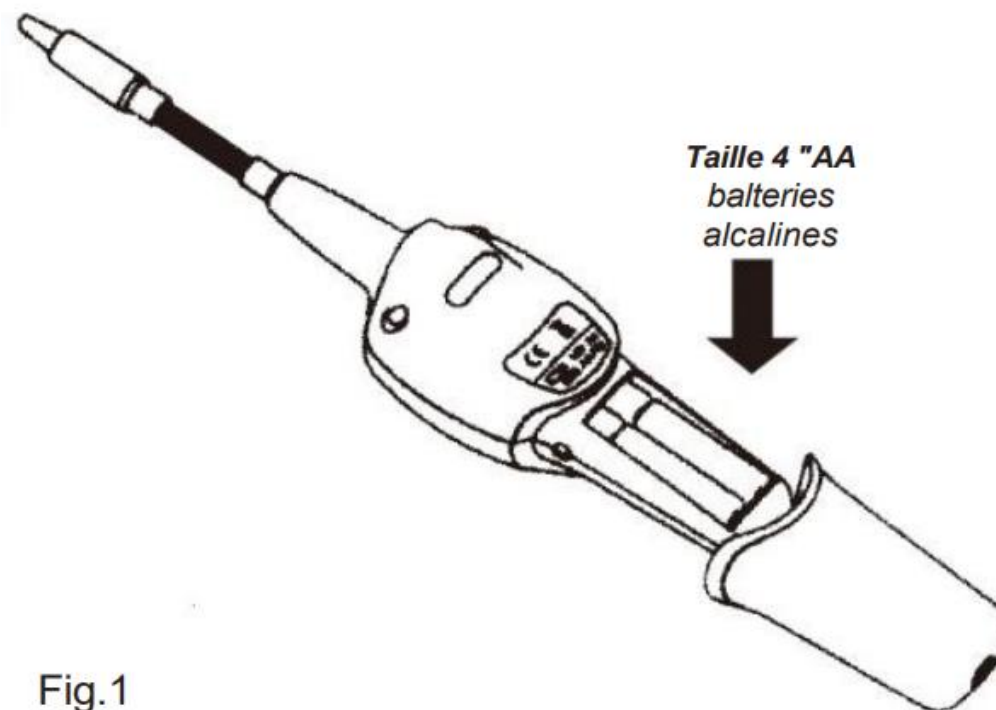

Fig.1
Le détecteur d'halogène à diode chauffée (HD², Figure 1) est le dispositif portatif le plus sensible conçu pour localiser l'emplacement de fuites de fluide frigorigène halogéné dans les systèmes de réfrigération. Ces systèmes incluent la climatisation automobile, les réfrigérateurs, les congélateurs, les systèmes de réfrigération de véhicules et les systèmes de refroidissement/réfrigération domestiques, de bureau et industriels, où de l'halogène est utilisé comme fluide frigorigène. La présence de ce dispositif est indispensable dans la boîte à outils de techniciens qui interviennent dans le domaine de la réfrigération et de la climatisation. Nous vous recommandons de lire l'intégralité du mode d'emploi avant d'utiliser l'instrument.
- Desserrer la vis située sur la partie inférieure de l'instrument et retirer le couvercle du compartiment des piles comme représenté ci-dessous (Fig. 1)